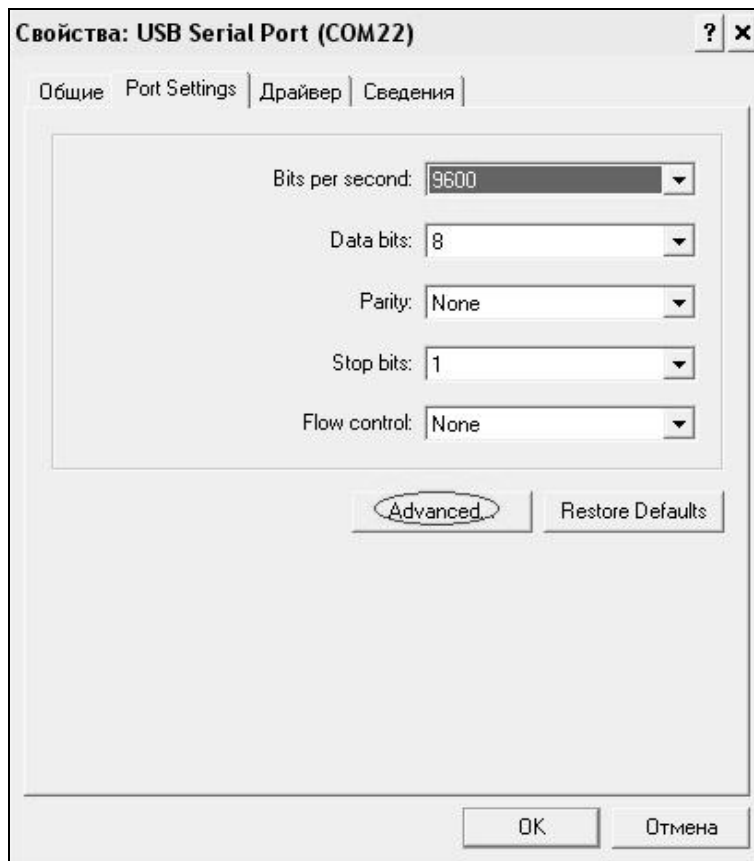
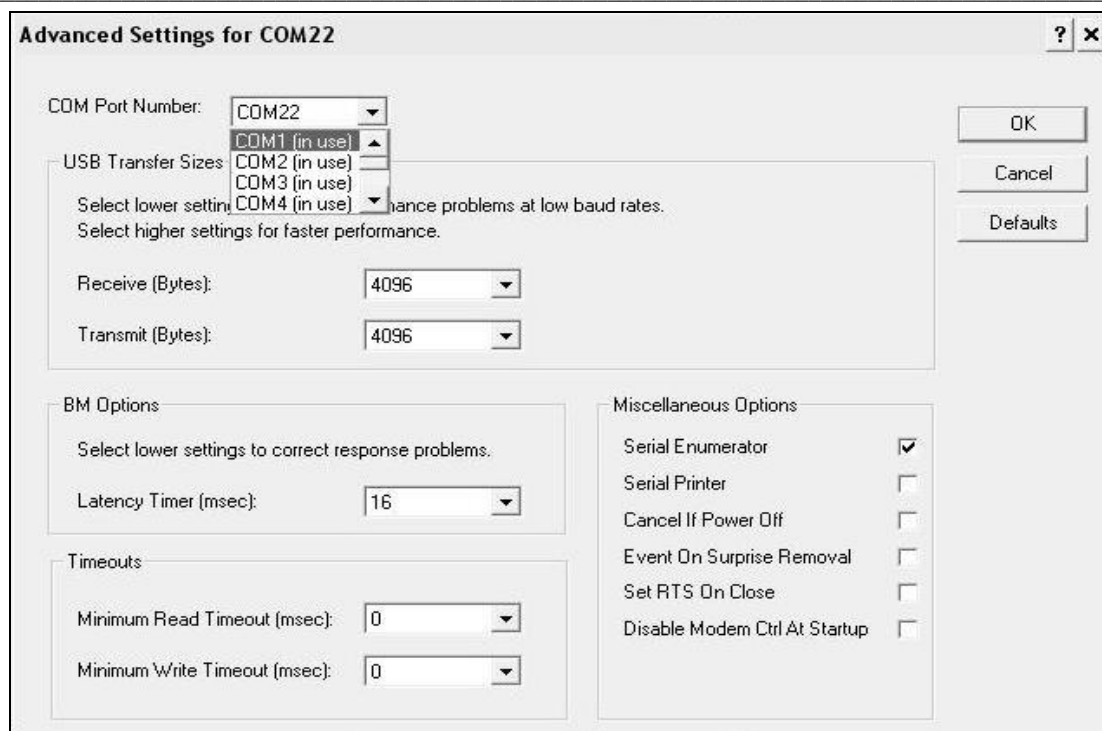

Рисунок 9 - Окно свойств USB-порта
Рисунок 10 - Дополнительные настройки драйвера
2.8.5.2.3 Перейти на вкладку «Параметры окна», нажать кнопку «Дополнительно» (рисунок 9) и в выпадающем списке «Номер Com- порта» выбрать «COM 1» (рисунок 10) и нажать кнопку «ОК».